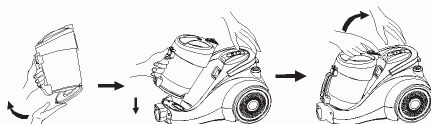

Рис. 7
4. Установите пылесборник на место в корпус пылесоса (Рис. 7).